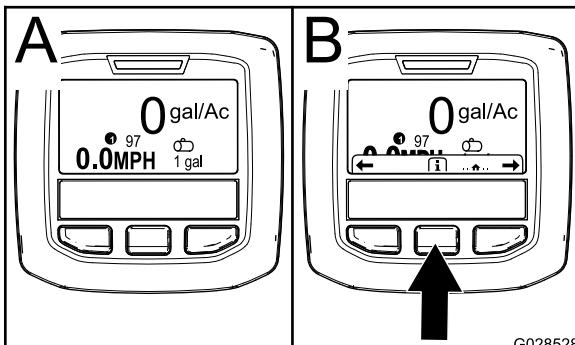

図 18
- およそ 15 秒後に、ホーム画面に切り替わる。中央のボタンを押すと最初の案内画面になる 図 18。